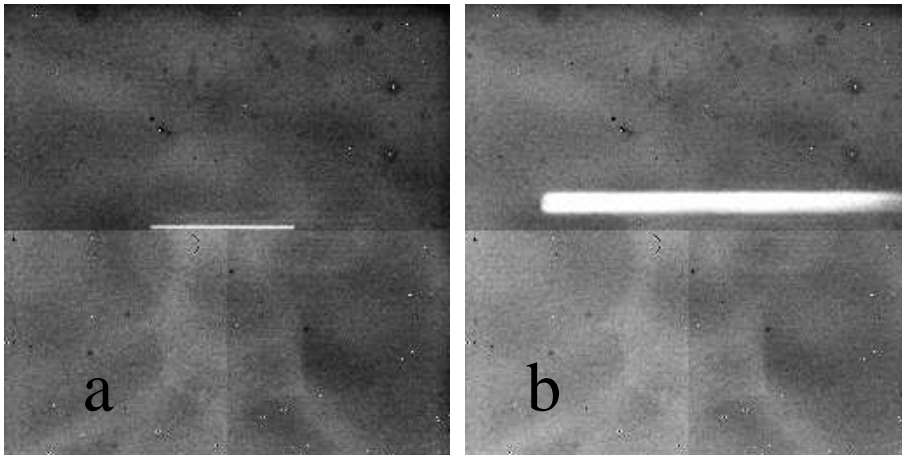

FIGURA 4.2: Imagen de la **Rendija Ancha** centrada en las cámaras f/4.5 (a) y f/13.5 (b).
- Si después de inicializar la rueda de rendijas la imagen de la rendija no está centrada (en la dirección derecha-izquierda de la imagen de la rendija) se deberá mover el espejo Tip/Tilt, según se describe en el punto 6 y 7 de la sección anterior (4.1). En el punto 6 se explica el riesgo de mover el espejo Tip/Tilt. Se recomienda al observador que si mueve las perillas de Tip/Tilt para realizar espectroscopía, al final de su temporada regrese cuidadosamente las perillas a su posición original. La Figura 4.2 muestra como luce la imagen de la rendija centrada, usando las dos cámaras.